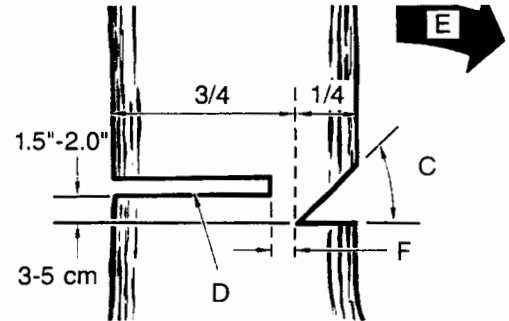

Fig. 13
Scier le trait d'abattage (D) de l'autre côté du tronc, 3 à 5 cm (1,5 à 2,0 po) au-dessus de l'entaille d'abattage (C) (Fig. 13).